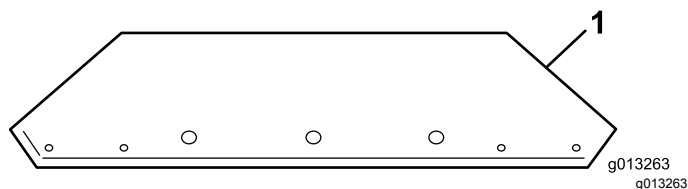
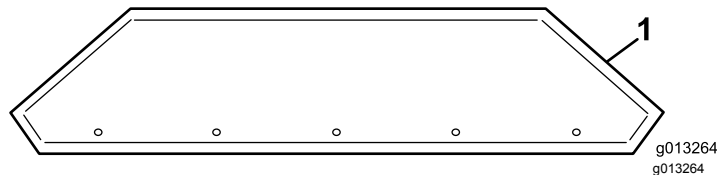

図 10
図 11
1. 出荷用の箱から前用プレートと後ろ用プレートを取り出す図 10と図 11。